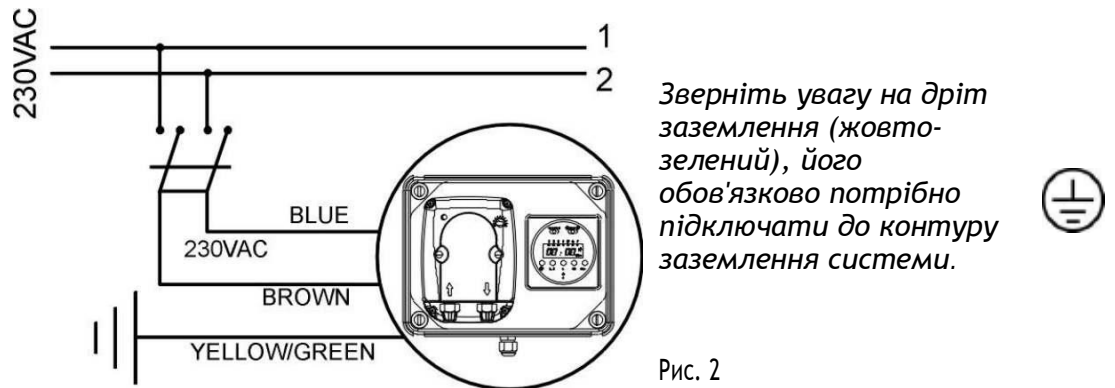

Рис. 2
1. Від'єднати вилку кабелю електроживлення від електричної розетки 220V або вимкнути живлення двополюсним вимикачем з мінімальною відстанню між контактами 3 мм (Рис. 2).
1. Від'єднати Піни від електричної розетки або вимкнути живлення двополюсним вимикачем з мінімальною відстанню між контактами 3 мм (Рис. 2)
b. - Перед початком установки ознайомтеся з правилами електричних підключень у вашому регіоні. (Рис. 2)